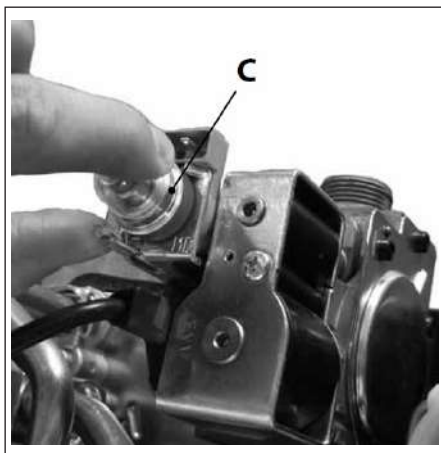

Рис. 39 Катушка модуляция газового клапана
- Снять пластиковый колпачок **С** (смотри Рис. 39 Катушка модуляция газового клапана) с верхней части бобины модулятора газового клапана, который предохраняет винты регулятора давления.